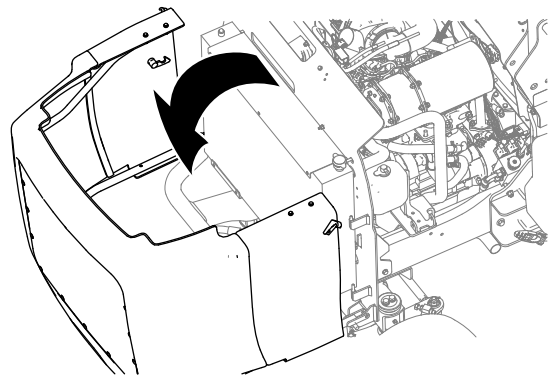

Bild 70
5. Entriegeln und öffnen Sie die Motorhaube (Bild 70).